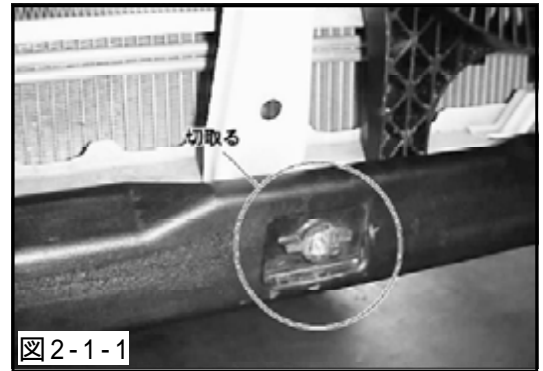

図2-1-1
(2) 純正リサーキュレーションチューブの取付けボスを切取ってください。(図2-1-1)